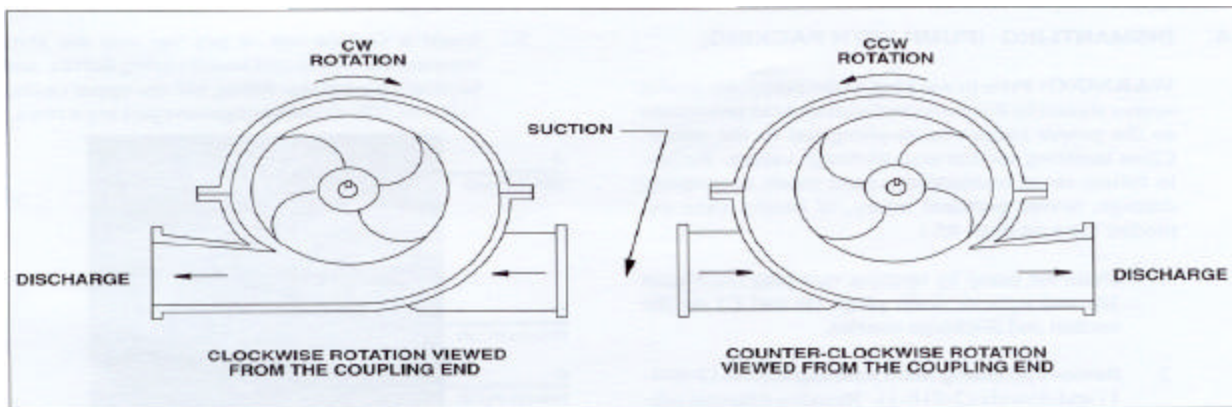
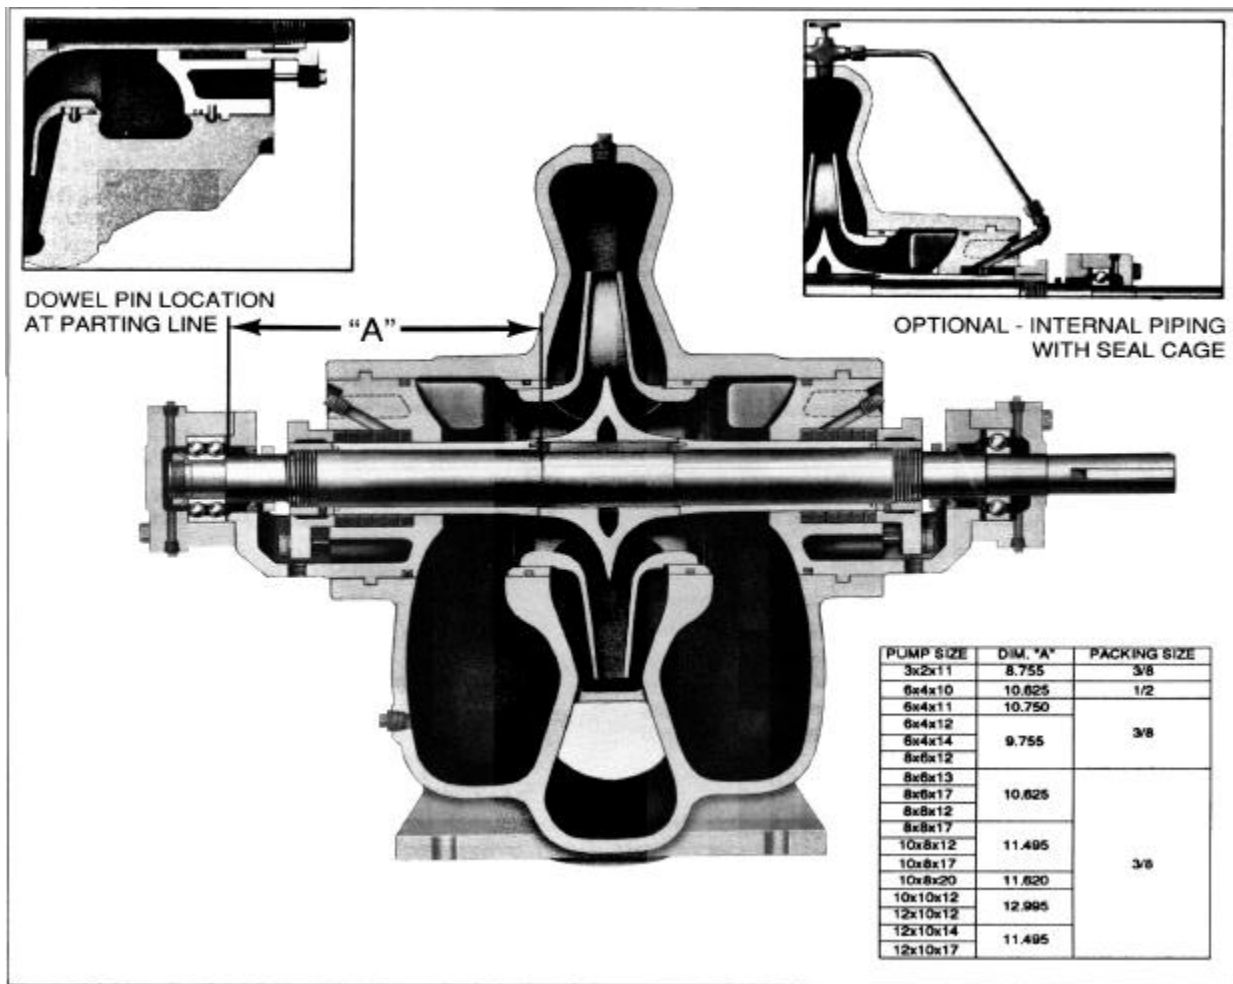

FIGURA 16 – RELACION CORRECTA DEL IMPULSOR Y LA CARCAZA
FIGURA 17 – SECCION DE ENSAMBLE: BOMBA CON EMPAQUE
6. Dirección incorrecta de rotación.	Revise la rotación del motor con la flecha direccional de la carcaza de la bomba. Si la rotación es correcta con la flecha, revise la relación del impulsor con la carcaza. (Esto requerirá retirar la mitad superior de la carcaza). Consulte la Figura 16, página 21.
2. Cheque el impulsor (4-002-0) y la carcaza para determinar la relación correcta (Consulte la Figura 16) y coloque el impulsor en el eje de acuerdo a la dimensión "A" que se da en la tabla de la Figura 17.
Instale 12 anillos completos de empaque (6 por caja de empaquetadura) de manera que los extremos colinden, no dejando ningún espacio entre el empaque y la caja de empaquetadura. (Refiérase a la tabla en la Figura 17 para el tamaño del empaque). Apisone totalmente el empaque hasta el fondo de la caja de empaquetadura. Alterne las uniones de cada anillo de empaque